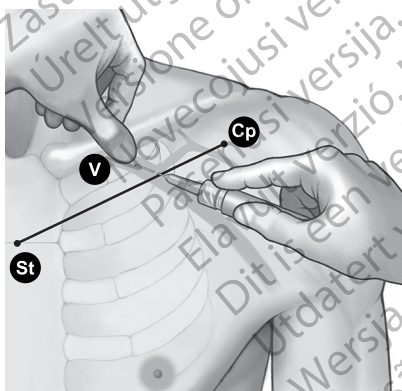

Figure 7. Emplacement du pouce et point d'entrée de l'aiguille
4. Appuyer le pouce contre l'index et déborder de 1 à 2 centimètres sous la clavicle pour protéger le muscle sous-clavier de l'aiguille (en cas d'hypertrophie manifeste du muscle pectoral, le pouce doit se projeter à environ 2 centimètres au-dessous de la clavicle car le muscle sous-clavier est sûrement lui aussi hypertrophié) (Figure 7)